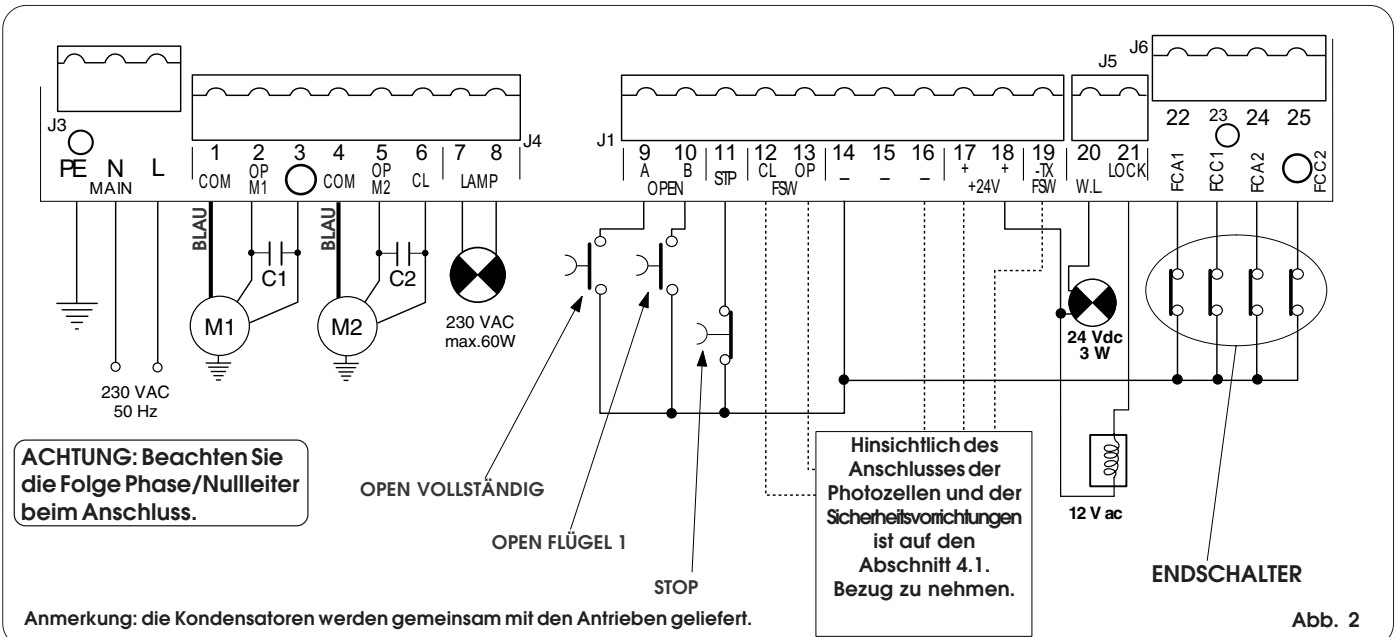

Abb. 2
- Das Erdungskabel ist an die entsprechende Klemme auf dem Stecker J3 des Geräts anzuschließen (siehe Abb. 2).
4.2. Klemmenleiste J3 - Versorgung (Abb. 2)
4.3. Klemmenleiste J4 - Motoren und Blinkleuchte (Abb. 2)
4.4. Klemmenleiste J1 - Zubehör (Abb. 2)
4.5. Klemmenleiste J5 - Kontrollampe und Elektroschloß (Abb. 2)
4.7. Klemmenleiste J6 - Endschalter und/oder encoder (Abb. 2)